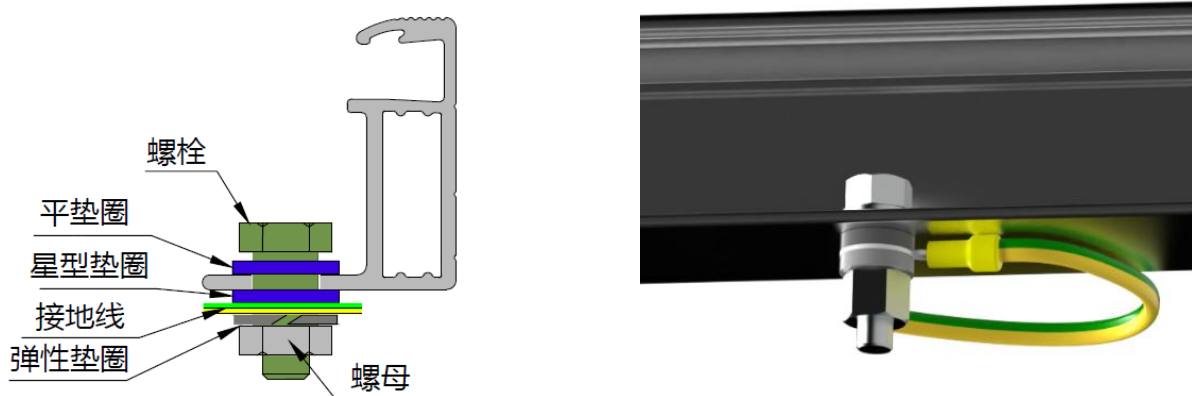

图 12 螺栓接地图
- 组件背面边框的长边靠边缘部有直径为 4mm 的接地孔；根据 IEC 61730-1:2023 标准，边框上的接地孔标有典型的接地符号（ $\perp$ ）。该孔只可用于接地，因此不能用于组件安装。这种方法包括螺栓、平垫圈、起始垫圈、垫圈和螺母，见图 12。安装接地时应拧紧螺栓，组件边框不得额外打孔；